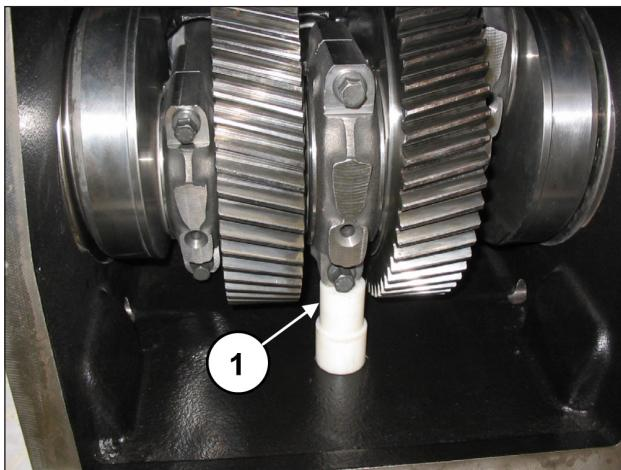

图 84
将一个垫块插入中央连杆柄下，以阻止曲轴的旋转（位置①，图 84）。